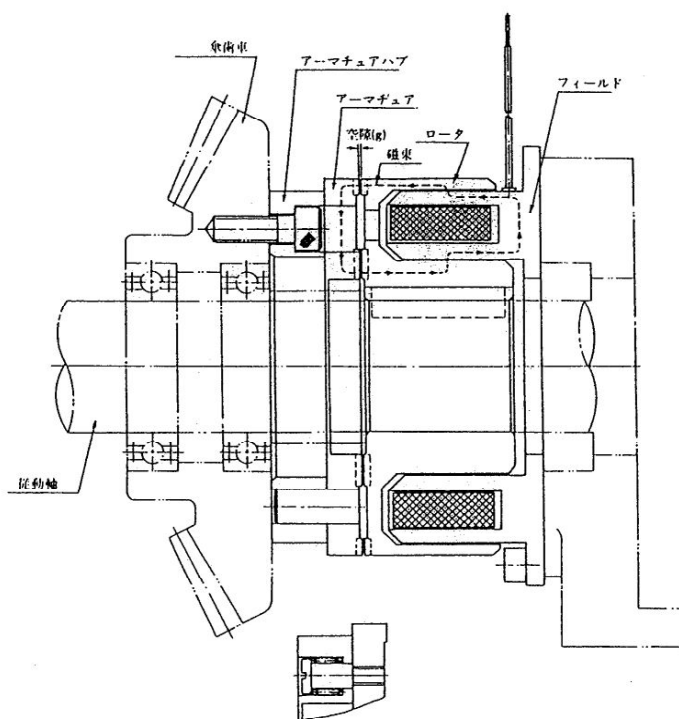

図 2
- ① アーマチュアハブはボルトで駆動部あるいは従動部（ギヤ、スプロケットなど）に取り付けます。
- ② 取り付け時空隙 g （ギャップ）はクラッチの励磁が断たれた時、即ち歯が解放となった時の歯と歯の空隙です。取り付け時空隙 g （図2参照）が $0.3\text{mm} \pm 0.1\text{mm}$ 以内になるようにロータとアーマチュアハブは軸方向にしっかり固定してください。